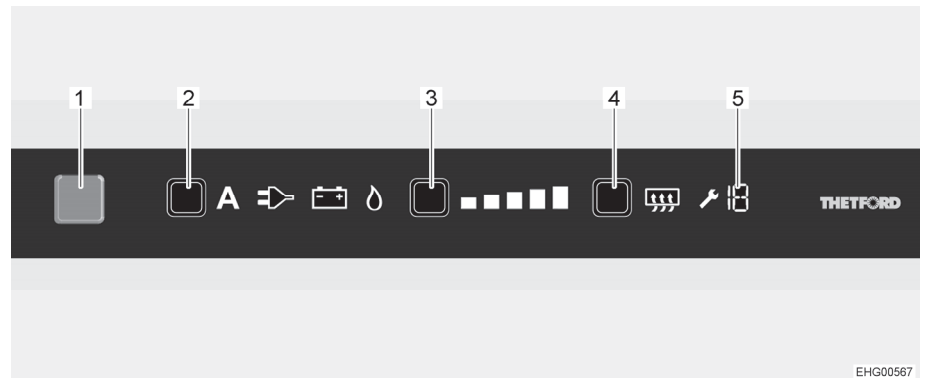

Bild 185 LCD-Touchscreen
- Taste Ein/Aus (Bild 185,1) 1 Sekunde lang drücken. Taste leuchtet blau auf. Zuletzt gewählte Einstellung wird angezeigt.
- Energiewahltaste (Bild 185,2) mehrmals drücken, bis die gewünschte Energiequelle angewählt ist.
- Kühlstufentaste (Bild 185,3) mehrmals drücken, bis die gewünschte Kühlstufe angewählt ist. Die aktuelle Kühlstufe wird durch Leuchtbalken angezeigt.
- Taste Ein/Aus (Bild 185,1) ca. 2 Sekunden lang drücken. Alle Lampen erlöschen. Der Kühlschrank ist abgeschaltet.